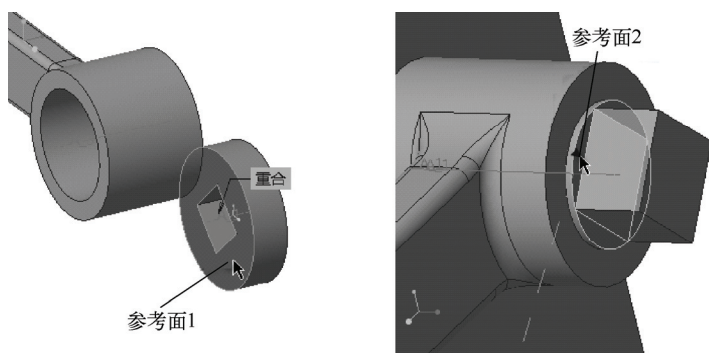

图 10-35 定义“重合”参考面
4) 在“放置”面板的“约束类型”下拉列表框中选择“重合”选项以将第一个约束选项设为“重合”，接着分别选择图 10-35 所示的参考面 1 和参考面 2。